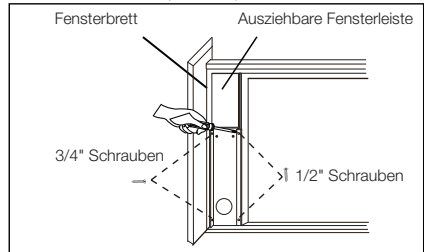

Abb. 20
- Schließen Sie das Fenster fest, sodass die ausziehbare Fensterleiste sicher in Einbaulage sitzt. (Abb. 20)
- Schrauben Sie zwei 1/2-Zoll-Schrauben zur Befestigung der ausziehbaren Fensterleiste am Schiebefenster ein. (Abb. 20)
- Schrauben Sie zwei 3/4-Zoll-Schrauben zur Befestigung der ausziehbaren Fensterleiste am Fensterbrett ein. (Abb. 20)